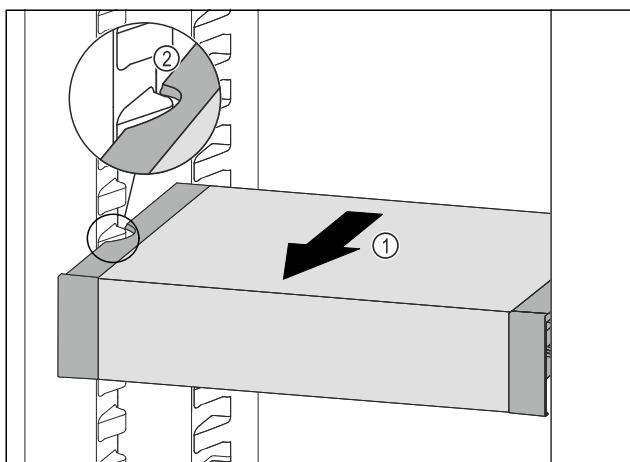

Fig. 123
- Táhněte VarioSafe dopředu Fig. 123 (1), dokud nebudou boční vybrání VarioSafe na úrovni žebrování na nádoby v chladničce. Fig. 123 (2)